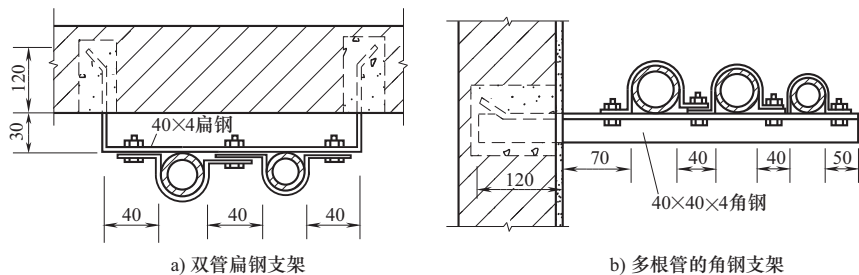

图 2-48 双管扁钢支架、多根管的角钢支架做法
(5) 对于较粗或多根明管的敷设可采用支架敷设的方法，其做法如图 2-48 所示。